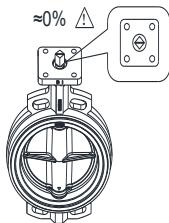

图 3
2.1 检查阀杆方轴位置，查看其是否处于关闭位置，如图 3。